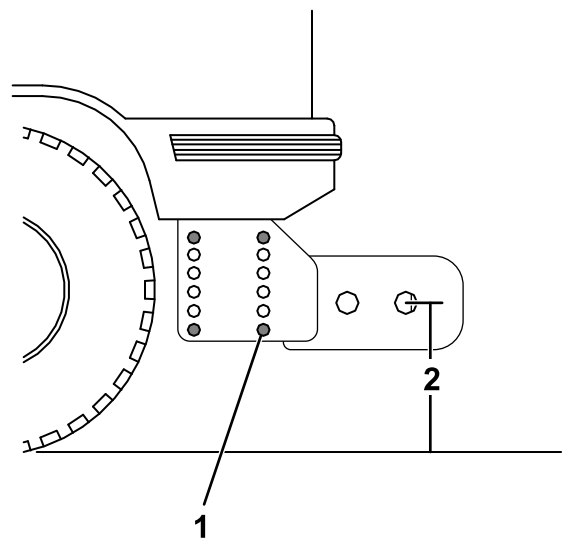

Figure 21
1. Mesurez la distance du sol aux trous de goupille de fixation sur la barre de poussée du soubassement (Figure 21). La distance doit être égale à 48,2 cm (19 po).
2. Si la barre de poussée ne se trouve pas à 48,2 cm (19 po), retirez les fixations qui la retiennent sur le soubassement (Figure 21).